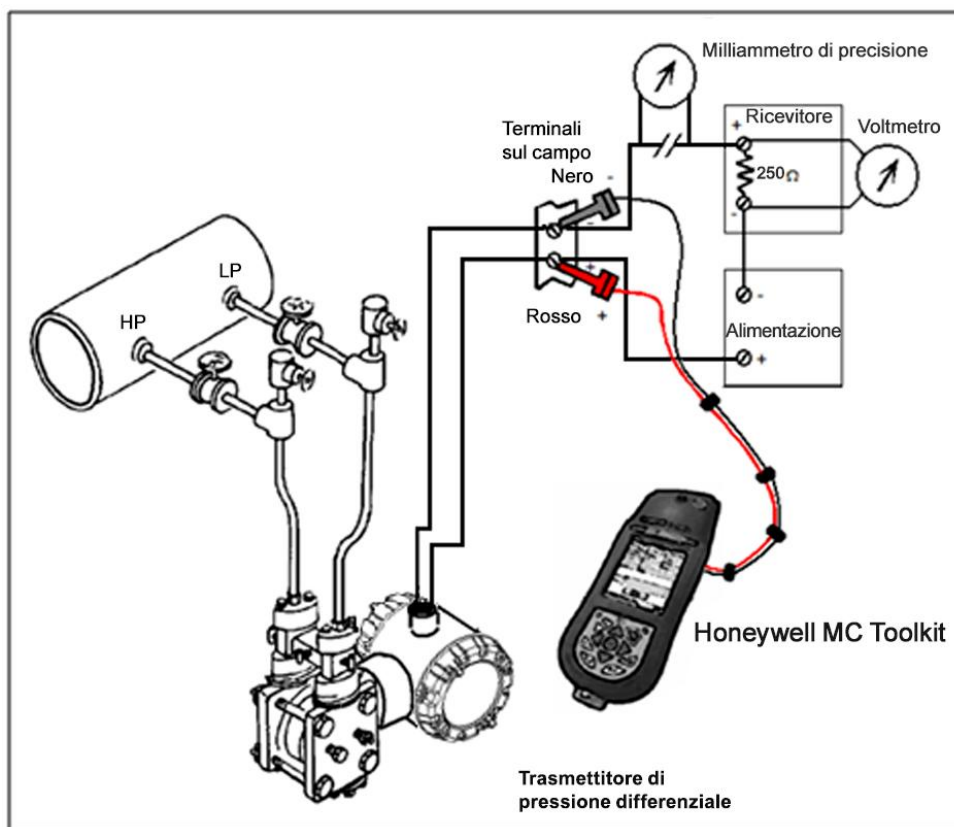

Figura 15 - Collegamenti di verifica del loop di corrente
1. Fare riferimento alla Figura 15 per i collegamenti di prova. Verificare l'integrità dei componenti elettrici nel loop della corrente di uscita.
1. Collegare un misuratore di corrente o voltmetro come mostrato nella Figura 15 per monitorare l'uscita PV del trasmettitore.